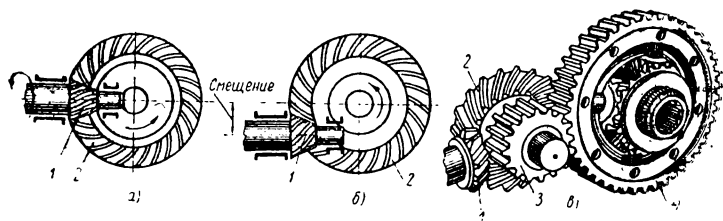

Рис. 35
VI. Какой цифрой на рис. 35 а, б обозначены шестерни ведущие и шестерни ведомые?
VII. На каком рисунке (рис. 35 а, б, в) представлена гипоидная главная передача?
1. Рис. 35 а. 2. Рис. 35 б. 3. Рис. 35 в.
VIII. Как передается крутящий момент в двойной главной передаче (рис. 35 в)?